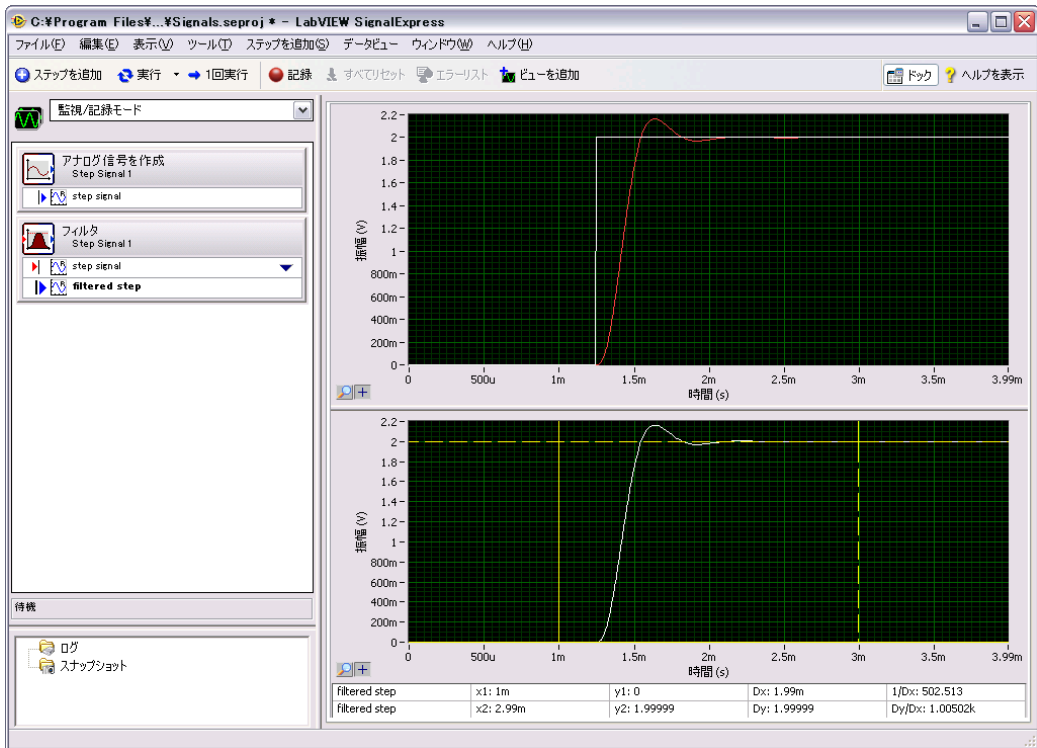

図 4-1 Signals.seproj
- 新しいグラフを右クリックし、ショートカットメニューから**表示項目**→**カーソル**を選択して、図 4-1 に示す2つの対話式カーソルを表示します。